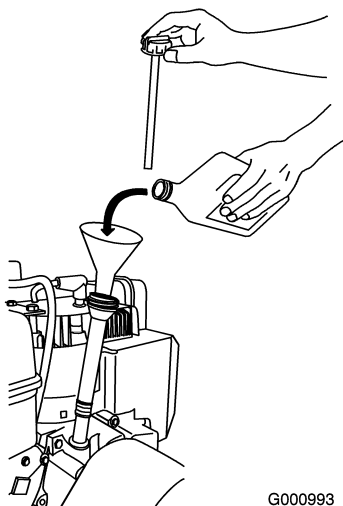

Figure 18
1. Retirez la jauge et versez de l'huile **lentement** dans le goulot de remplissage pour faire monter le niveau de liquide jusqu'au repère du plein (Full) sur la jauge. **Ne remplissez pas excessivement** Figure 18.